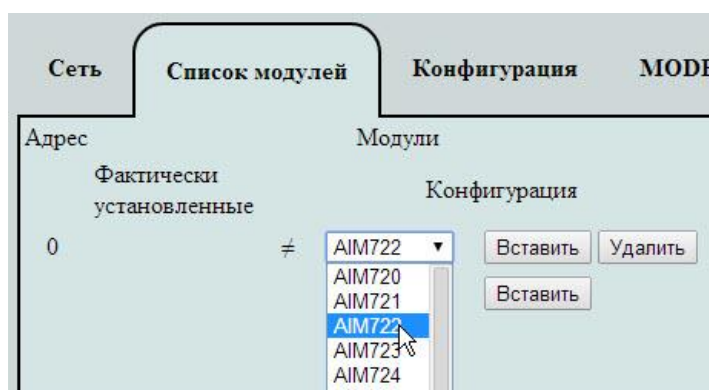

Рис. 12. Выбор AIM722 в первой позиции создаваемого списка модулей
4. В пустом списке **Модули–Конфигурация** нажмите кнопку **Вставить** и в появившемся выпадающем списке выберите тип модуля *AIM722*, как показано на Рис. 12.